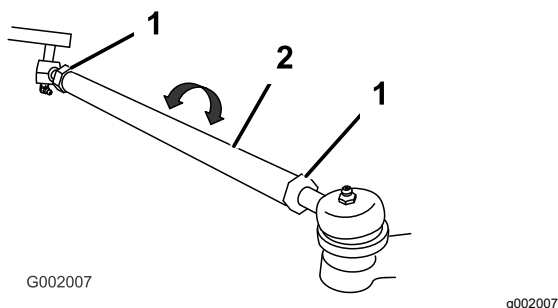

Figura 51
- Se a medição obtida não corresponder aos valores especificados desaperte as porcas de segurança nas extremidades das barras transversais (Figura 51).